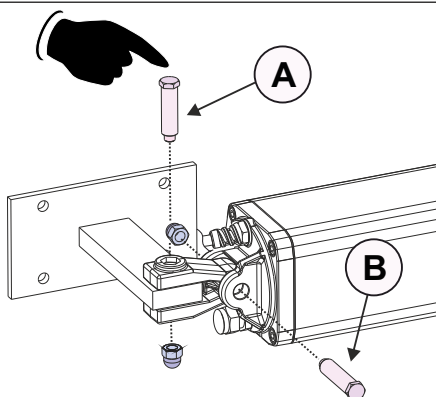

Fig. 18
- Positionner la fourche oscillante de l'opérateur sur le support postérieure déjà soudé - Fig. 18
- Insérez les pivots de fixation, court (A) et long (B) - Fig. 18 - en utilisant uniquement la pression manuelle
- Fixez les pivots de fixation avec les écrous fournis - Fig. 18